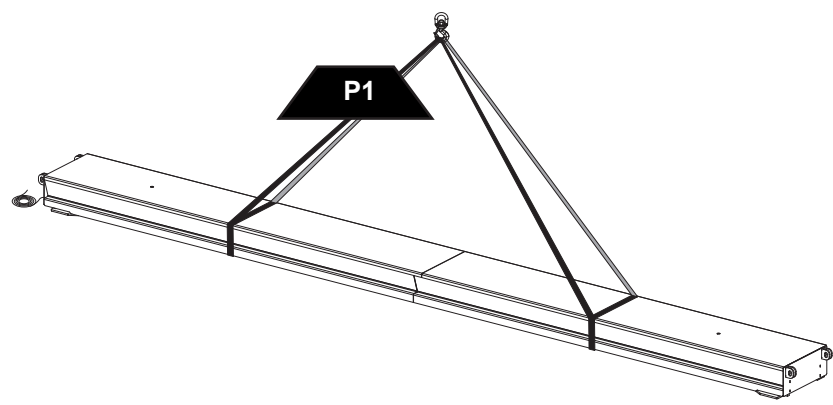

Fig.5
- La confezione (A) contiene gli accessori e le minuterie per il completamento dell'assemblaggio.
- Le operazioni di sollevamento devono essere eseguite come da fig. 5.
- sollevare con cautela, adoperando adeguati mezzi di sostegno del carico, in perfetta efficienza, utilizzando gli appositi punti di aggancio come indicato in fig. 5;